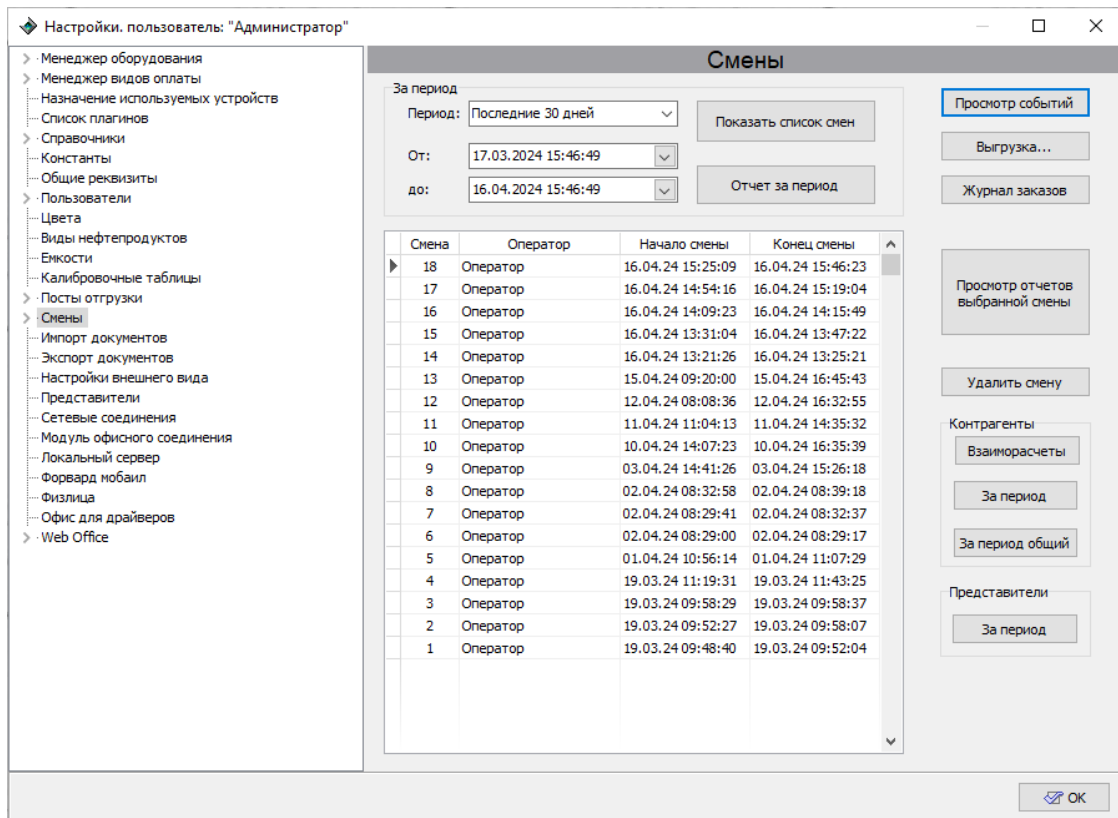

Рисунок 130. Открытие "Журнала событий".
6. Статус должен смениться на **"Регистрация выполнена, Активирована."** (рисунок 130).